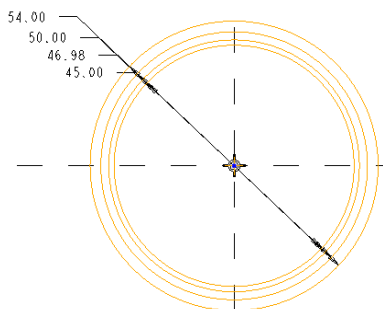
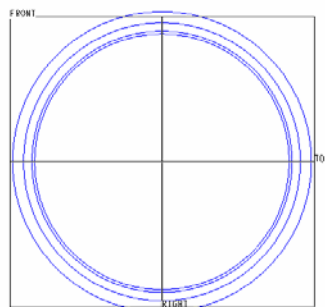

图 6-61 标准齿轮基本圆
图 6-62 最后创建的基准曲线
- 在“关系”窗口中单击“确定”按钮 ，系统自动根据设定的参数和关系式再生模型并生成新的基本尺寸。最终生成如图 6-61 所示的标准齿轮基本圆。再单击“应用”按钮 ，创建的基准曲线如图 6-62 所示。